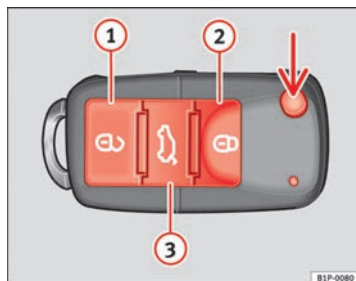

Abb. 46 Tastenbelegung Funkschlüssel
Mit der Taste ⇒ Abb. 46 (Pfeil) der Fernbedienung wird der Schlüsselbart ausgeklappt.
Fahrzeug entriegeln ⇒ Abb. 46 ①.
Fahrzeug verriegeln ⇒ Abb. 46 ②.
Heckklappe entriegeln. Die Taste ⇒ Abb. 46 ③ betätigen, bis alle Blinkleuchten am Fahrzeug kurz aufleuchten. Nach Drücken der Entriegelungstaste ③ können Sie die Heckklappe innerhalb von 2 Minuten öffnen. Nach Ablauf dieser Zeit wird die Heckklappe wieder verriegelt.
- Drücken Sie die Taste  2 ⇒ Abb. 46 auf der Funk-Fernbedienung.
- Drücken Sie die Taste  1 ⇒ Abb. 46 auf der Funk-Fernbedienung.